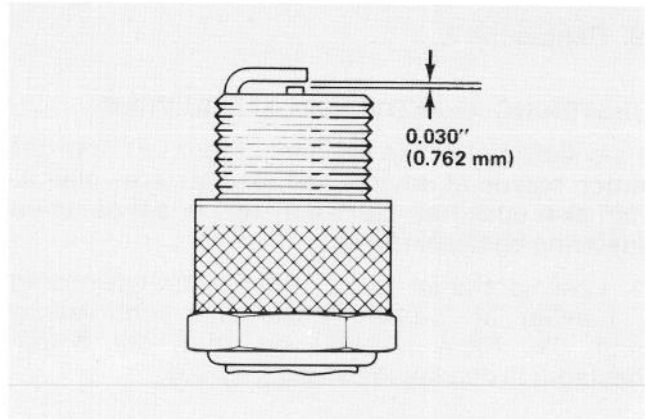

Fig. 43
3. Sæt elektrodeafstanden på det nye tændrør til 0,76 mm (Fig. 43). Skru tændrøret i topstykket i og, hvis De benytter en momentnøgle, spænd det til 20,4 Nm. Benytter De en topnøgle, spænd det stramt.